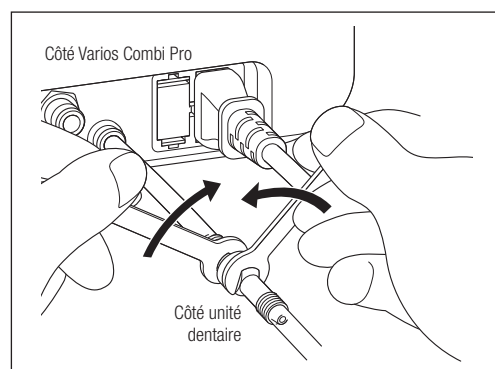

Fig. 56
- 3) Utilisez deux clés pour écrou (5 x 8) et tournez-les dans le sens indiqué sur la Fig. 56.